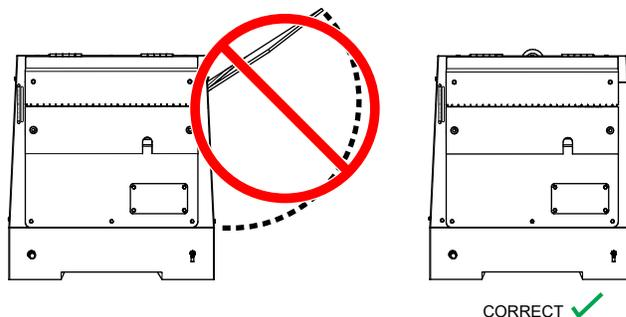

Figure 28. Porte du générateur
3. Assurez-vous que la **porte du générateur** (Figure 28) est fermée avant de faire fonctionner le générateur.